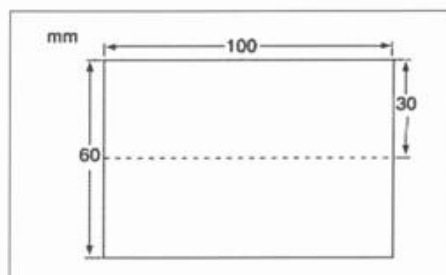

FIG. 23
- Cortar un trozo de plantilla laminada (fig. 23) y plegarla por la mitad longitudinal.